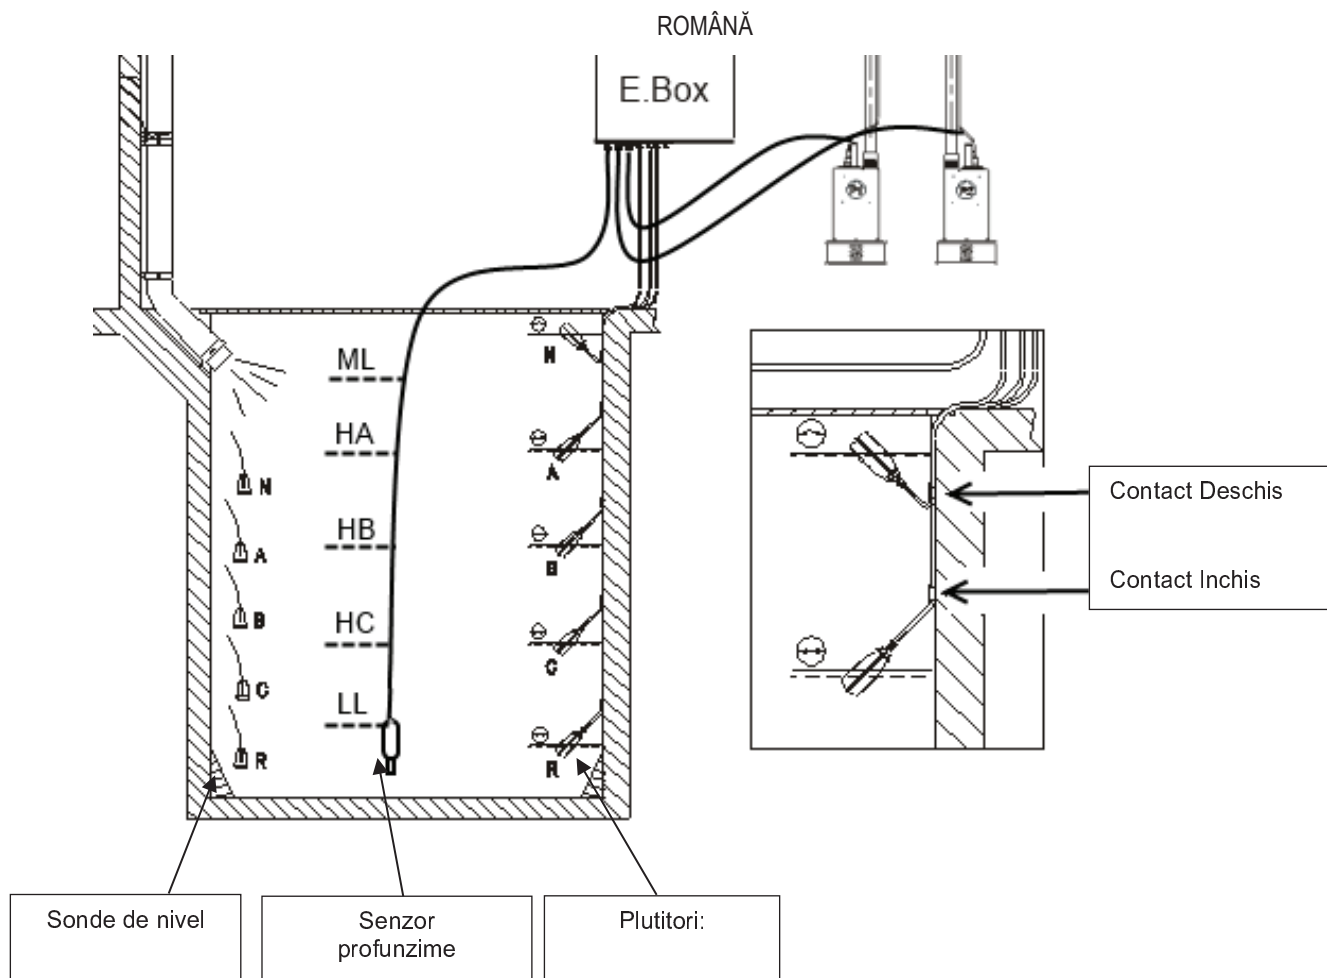
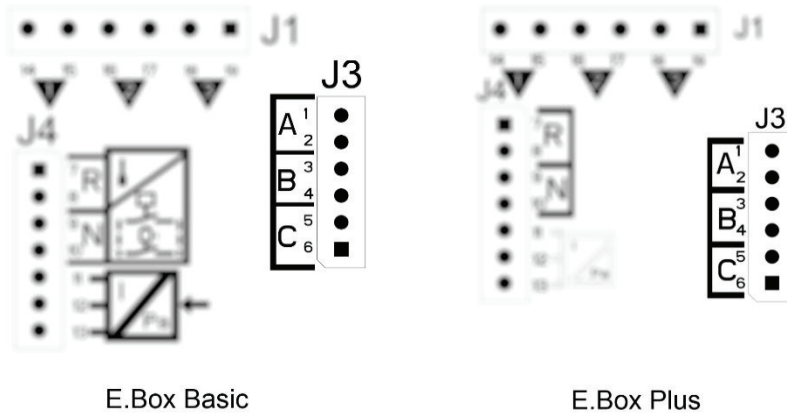

Figura 19: Schema intrării sistem de umplere
Figura 22: Intrări
- **Sistem cu 2 plutitori:** in acest caz se utilizează intrările B și C (A nu trebuie folosită). Plutitorii in bazin se poziționează ca in Figura 19. Pentru instalația electrică a se vedea Figura 22.
- **Sistem cu 2 sonde de nivel:** in acest caz se utilizează intrările B și C (A nu trebuie să fie conectat cu punți). Sondele de nivel din bazin se poziționează ca in Figura 19. Pentru instalația electrică a se vedea Figura 22.
- **Sistem cu 3 plutitori sau sonde de nivel:** in acest caz se utilizează intrările A, B și C. Plutitorii sau sondele de nivel sunt poziționate ca in Figura 19. Pentru instalația electrică a se vedea Figura 22.